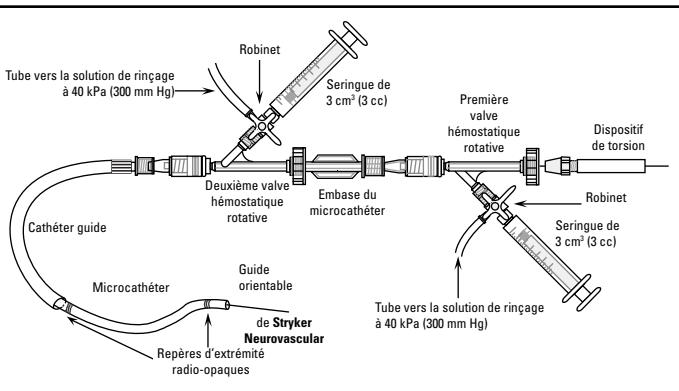

Figure 1. Exemple de configuration de rinçage continu
4. Glisser le dispositif de torsion sur l'extrémité proximale du guide (voir la Figure 1) et le fixer.
La configuration de rinçage continu recommandée est illustré à la Figure 1. Les valves hémostatiques rotatives garantissent une étanchéité aux fluides et sont raccordées au cathéter guide et au microcathéter. Les robinets sont fixés au bras latéral des valves hémostatiques rotatives qui deviennent des orifices de perfusion pour injection de produit de contraste ou de rinçage approprié.
2. Ouvrir la vis à serrage à main de la valve hémostatique rotative et introduire avec précaution l'ensemble microcathéter et guide dans la valve hémostatique rotative du cathéter guide (deuxième valve hémostatique rotative sur la Figure 1). Serrer la valve à joint torique autour du microcathéter pour éviter un reflux tout en permettant au microcathéter de progresser.